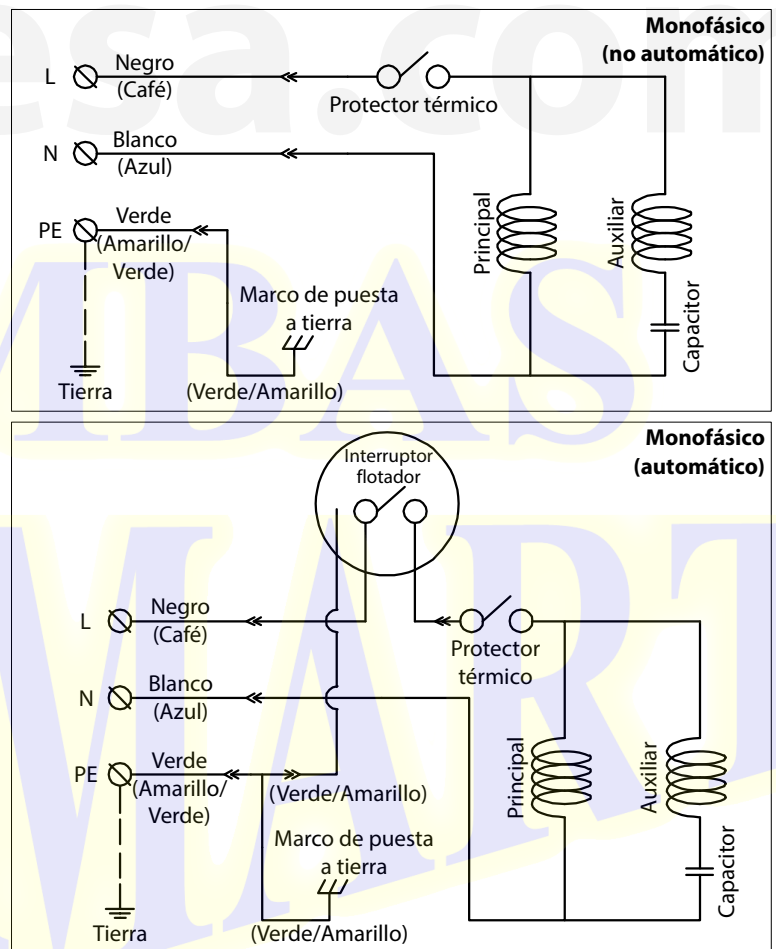

Figura 1
- a) La conexión deberá realizarse como se muestra en la Figura 1.